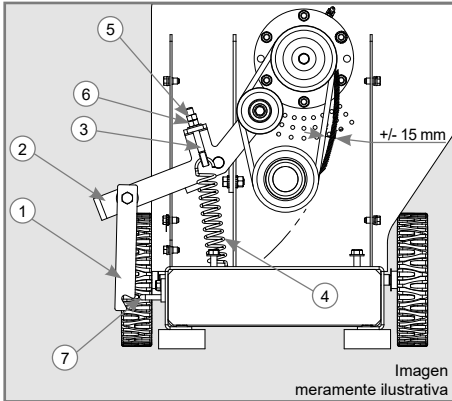

Figura 3
- ✓ Al observar que las correas no están correctamente tensadas, deberán ser ajustadas a través del regulador (3) que toma el resorte (4), con una variable de +/- 15 mm (como se muestra en la Figura 3).
1. Posicione el tensor de la correa (2) en la posición de tensado y libere el bloqueo del tensor de la correa (1).
2. Afloje la tuerca (5) y ajuste la tuerca (6) hasta alcanzar la tensión correcta (como se muestra en la Figura 3), ajustando la tuerca (5) nuevamente.
- ✓ Para utilizar correctamente el tensor de la correa, se debe verificar que el tensor de correa (2) se encuentre en la posición de alivio y arrancar el motor, comprobando siempre las indicaciones de seguridad, una vez que el motor alcance su rotación máxima (3.600 rpm), liberar el bloqueo del tensor de la correa (1) y comenzar los trabajos para desconectar el equipo, se debe enganchar el bloqueo del tensor de la correa (1) en la fijación del bloqueo del tensor de correa (7) tirando la tensión de la correa y volviendo a la posición de alivio, a continuación, apague el motor, como se muestra en la Figura 3.